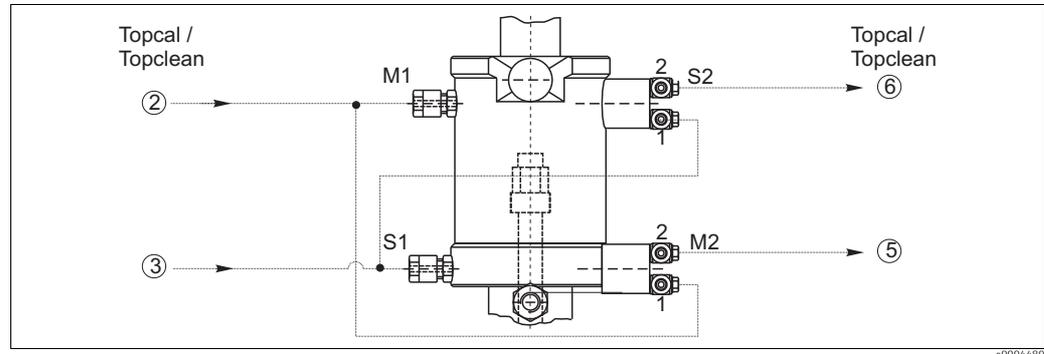

Abb. 11: Pneumatik-Anschlüsse und pneumatische Endlagenschalter (1=Eingang, 2=Ausgang)
1. Schließen Sie die Druckluft für "Armatur Messen" (Topcal/Topclean: Schlauch-Nr. ②) an der oberen G 1/8-Verschraubung der Armatur an (Abb. 11).
2. Schließen Sie die Druckluft ② gleichzeitig (über T-Stück) am Eingang (1) des unteren Endlagenschalters (M2) an. Dieser dient zur Positionsrückmeldung "Armatur Messen".
3. Bei Erreichen der Position "Messen" wird die am Eingang M2 (1) anstehende Luft durchgeschaltet und kann am Ausgang M2 (2) abgenommen werden (Topcal/ Topclean: schließen Sie Schlauch ⑤ am Ausgang des Endlagenschalters an).
4. Schließen Sie die Druckluftleitung für "Armatur Service" (Topcal/Topclean Schlauch-Nr. ③) an der unteren G 1/8-Verschraubung der Armatur an.
5. Schließen Sie die Druckluft ③ gleichzeitig (über T-Stück) am Eingang (1) des oberen Endlagenschalters (S2) an. Dieser dient zur Positionsrückmeldung "Armatur Service".
6. Bei Erreichen der Position "Service" wird die am Eingang S2 (1) anstehende Luft durchgeschaltet und kann am Ausgang S2 (2) abgenommen werden (Topcal/ Topclean: Schlauch ⑥).